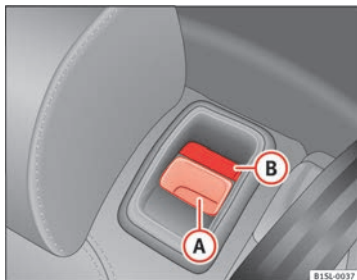

Fig. 67 Banquette arrière : touche de déverrouillage (A) ; marque rouge (B).
- Tirez la touche de déverrouillage → fig. 67 (A) vers l'avant et relevez en même temps le dossier de la banquette arrière.
- Le dossier de la banquette arrière est encastré lorsque la marque rouge de la touche (B) est visible.